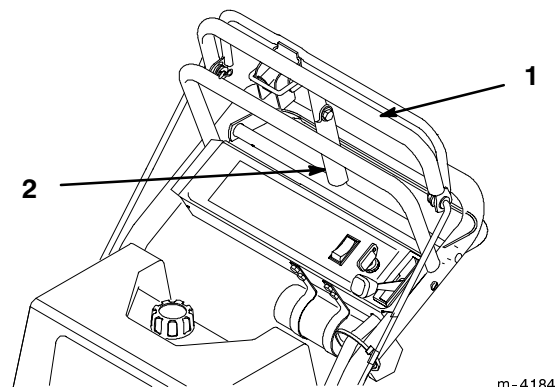

Abbildung 11
1. Den oberen Fahrtriebshebel nach hinten ziehen (Abb. 11) und in dieser Position festhalten.
2. Den Hebel für die Feststellbremse nach oben schwenken (Abb. 11) und den oberen Fahrtriebshebel langsam loslassen. Der Hebel für die Feststellbremse sollte in der eingestellten Position (Sperr) bleiben.
1. Den oberen Fahrtriebshebel nach hinten ziehen (Abb. 11). Die Sperre der Feststellbremse auf gelöste Position herunterlassen.